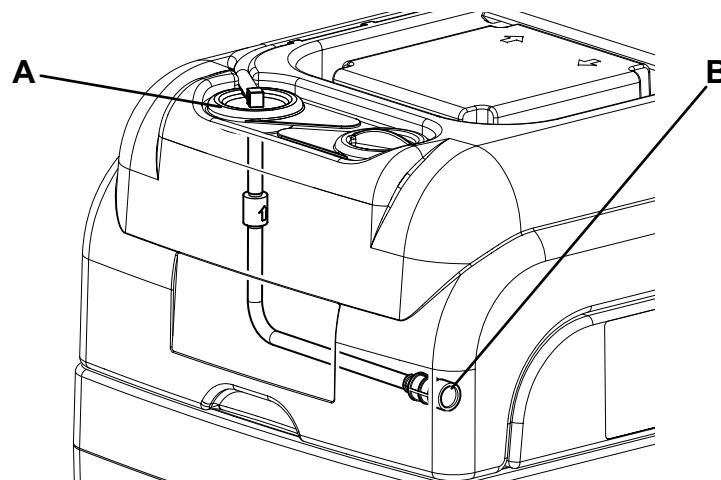

Abbildung 4
1. Den Reinigungslösungstank (14) wie im Kapitel „Betrieb“ erläutert entleeren.
3. Überprüfen, ob das Netzkabel (10) vom Stromnetz getrennt ist.
4. Verschluss der Zuleitung (A, Abb. 4) abnehmen, Leitung vorsichtig aus dem Tank nehmen und Filter (B) mit Wasser reinigen.